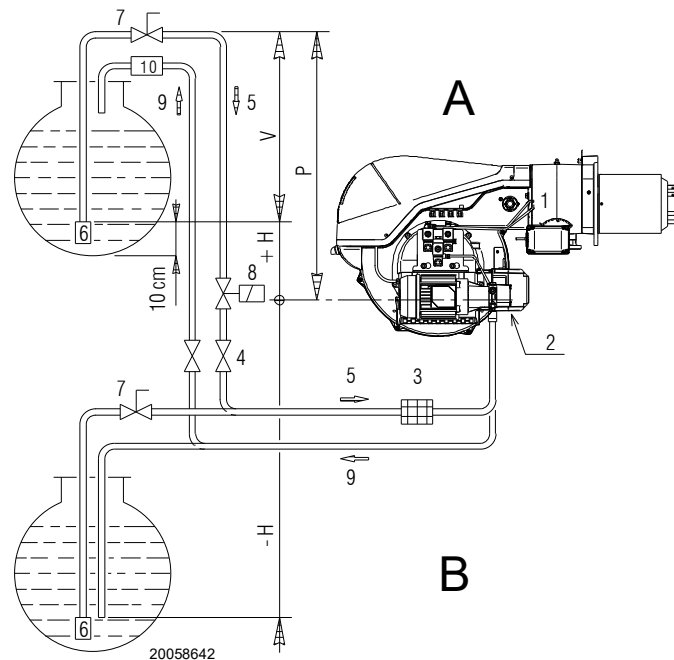

Рис. 28
**Бак вище пальника, варіант А (Рис. 28)**
**Бак нижче пальника, варіант В (Рис. 28)**
Умовні позначення (Рис. 28)